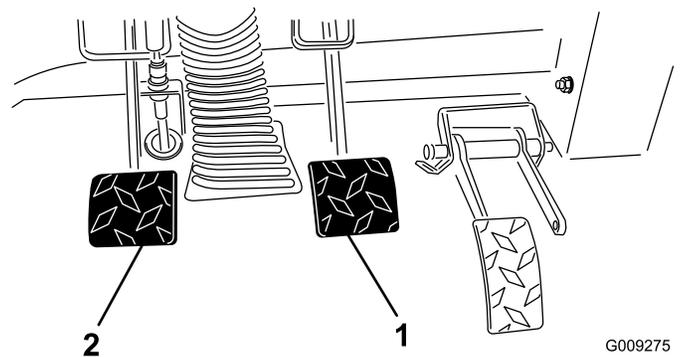

図 65
2. ブレーキペダル (図 65) を持ち上げてフレームに接触させる。